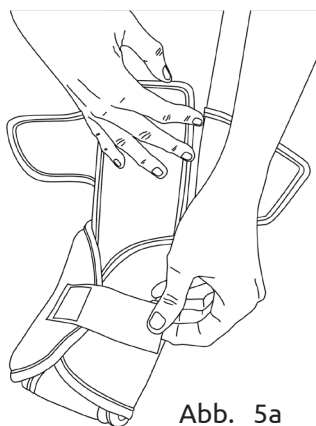

Abb. 5a
3. Falten Sie die seitlichen Laschen, angefangen beim Fußspann, und befestigen Sie sie mit den Klettverschlüssen (Abb. 5a und 5b).
4. Falten Sie die seitlichen Laschen, angefangen beim Fußspann, und befestigen Sie sie mit den Klettverschlüssen (Abb. 5a und 5b).